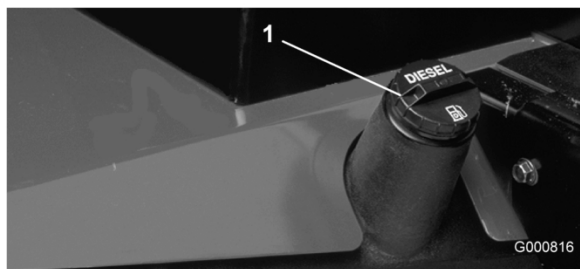

Figure 21
1. Retirez le bouchon du réservoir de carburant (Figure 21).